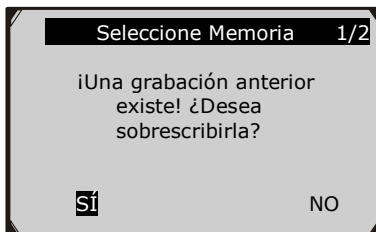

Figura 5.23
- Si selecciona la ubicación marcada con un icono de asterisco (\*), aparecerá un mensaje solicitándole sobrescribir el registro viejo. (Figura 5.23)